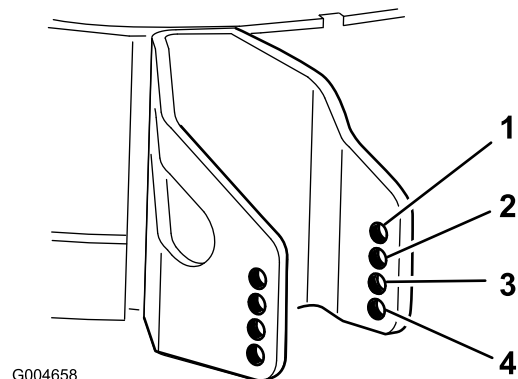

Bild 26
- Wählen Sie ein Loch, bei dem die Antiskalpierrolle der gewünschten Schnitthöhe so nahe wie möglich ist (Bild 26).